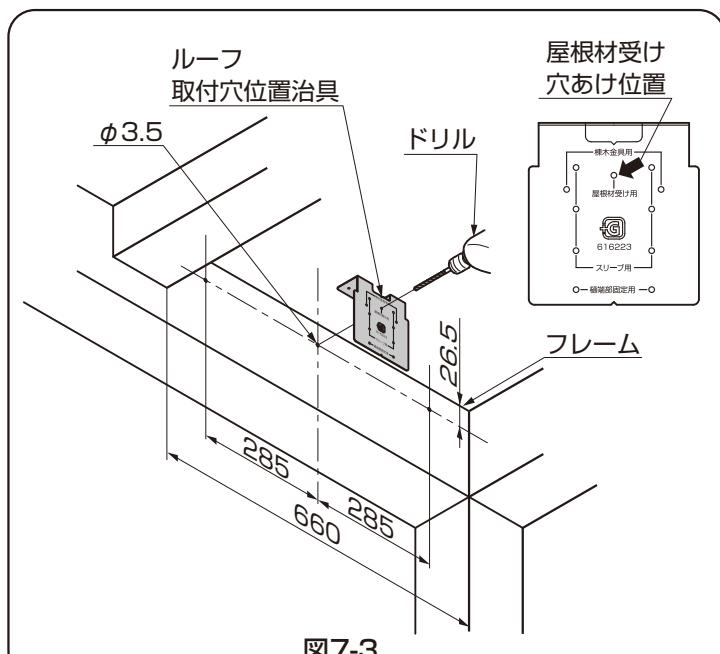

図7-3
- ①ルーフ取付穴位置治具をあて $\phi 3.5$ をフレームにあけてください。(図7-3参照)